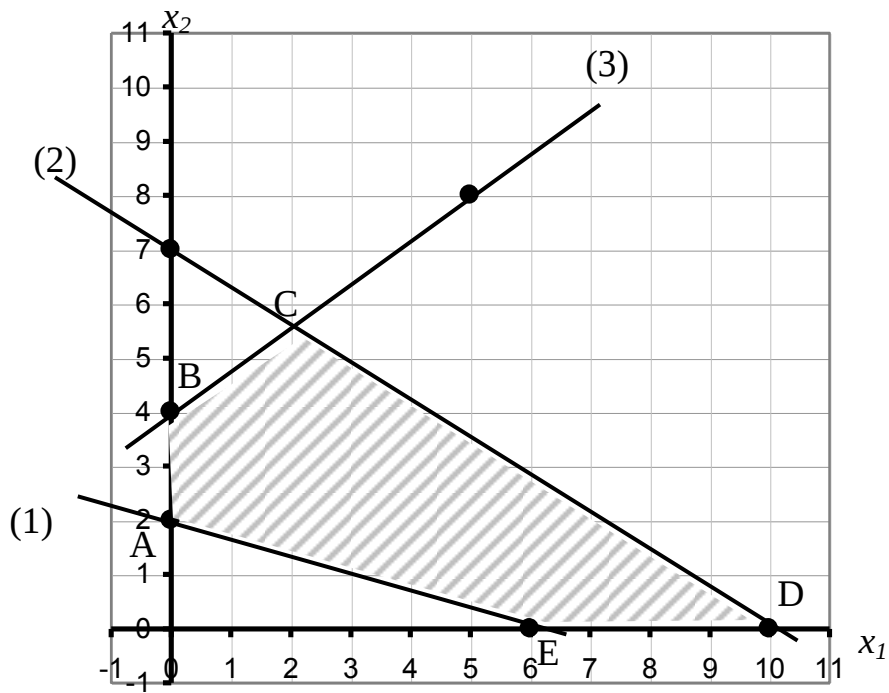

Рисунок 10 – Побудова області розв’язків системи нерівностей
Вирішимо графічно нерівності (1), (2) і (3). Областю розв'язків системи нерівностей буде та область площини, у якій перетинаються напівплощини розв'язків кожної нерівності. У нашому прикладі областю розв'язків системи нерівностей є багатокутник ABCDE (рис. 10).